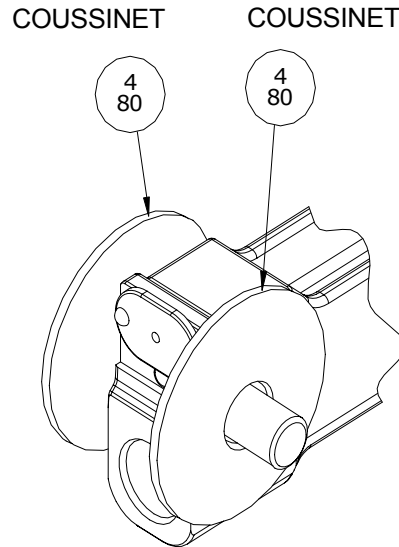

FIGURE 1
- 3.3.8 Installez deux coussinets (4-80) sur le piston (4-50) – Reportez-vous au dessin suivant (figure 1).
ATTENTION : Assurez-vous que les deux coussinets (4-80) sont installés entre les branches de l'étrier (1-20) et le piston (4-50). Reportez-vous à la figure 1.